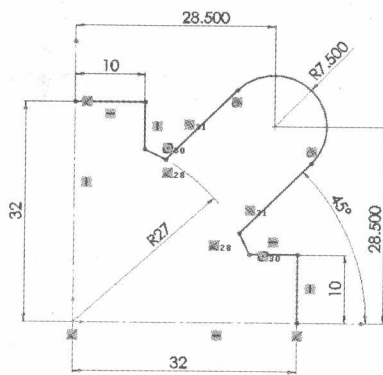

图 2-7 标注尺寸
Step7 标注尺寸。单击“尺寸/几何关系”工具栏中的“智能尺寸”按钮, 标注尺寸, 如图 2-7 所示。